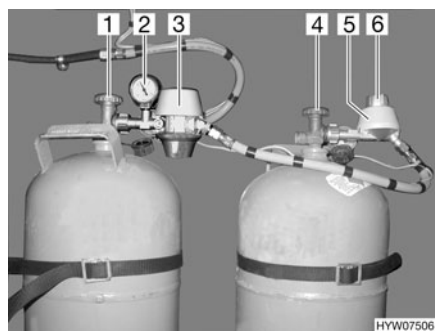
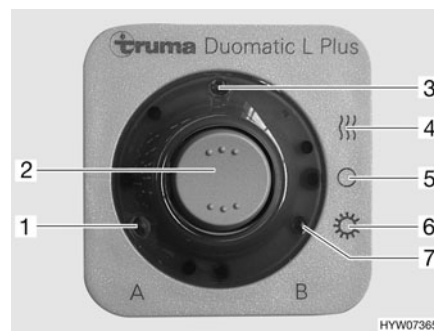

Fig. 80 Instalación de conmutación Duomatic
Fig. 81 Unidad de mando
La instalación de conmutación Duomatic se compone de un regulador central (Fig. 80,3) y de un regulador de conmutación (Fig. 80,5). Con el botón giratorio (Fig. 80,6) en el regulador de conmutación se puede determinar cuál de las bombonas de gas se usará como bombona de servicio y cuál bombona de gas como bombona de reserva.
El manómetro (Fig. 80,2) en el regulador central indica la presión en la bombona de gas, no el nivel de llenado de la bombona de gas. Con el manómetro se puede comprobar la estanqueidad de la bombona de gas.
En la unidad de mando (Fig. 81) únicamente pueden conmutarse las funciones eléctricas. Las llaves de paso principales de las bombonas de gas (Fig. 80,1 y 4) deben abrirse a mano.
- Abrir las llaves de paso principales en las bombonas de gas (Fig. 80,1 y 4).
- Con el botón giratorio (Fig. 80,6) en el regulador de conmutación (Fig. 80,5), seleccionar la bombona de gas de la cual se debe tomar el gas preferentemente (bombona de servicio).
En caso de que el botón giratorio se encuentre en la zona roja, el gas se tomará preferentemente de la bombona de gas con el regulador central (Fig. 80,3).
En caso de que el botón giratorio se encuentre en la zona verde, el gas se tomará preferentemente de la bombona de gas con el regulador de conmutación (Fig. 80,5).
- Conectar la instalación de conmutación Duomatic en la unidad de mando (Fig. 81).
Para ello, ajustar el interruptor basculante (Fig. 81,2) en modo de invierno "On y calentar" (Fig. 81,4) o en modo de verano "On" (Fig. 81,6). Los dos reguladores de presión de gas están ahora desaireados. El piloto (Fig. 81,3) se enciende.
- Poner el interruptor basculante (Fig. 81,2) en "O" (Fig. 81,5). El piloto (Fig. 81,3) se apaga.
- Cerrar las llaves de paso principales en las bombonas de gas (Fig. 80,1 y 4).
Las luces de control en la unidad de mando (Fig. 81) señalizan en el interior del vehículo si las bombonas están dispuestas para el funcionamiento.
- Luz de control "A" (Fig. 81,1): Bombona de gas en el regulador central
- Luz de control "B" (Fig. 81,7): Bombona de gas en el regulador de conmutación